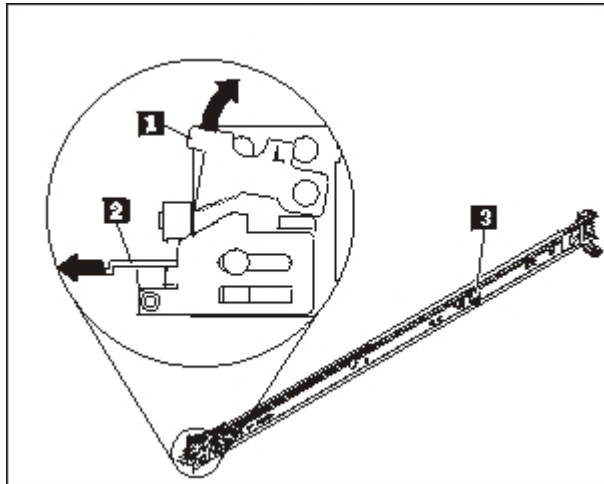

Figura 9. Vista de los rieles deslizantes
1. Abra los mecanismos de cierre del riel deslizante delantero, como se muestra en la Figura 9 en la página 20.